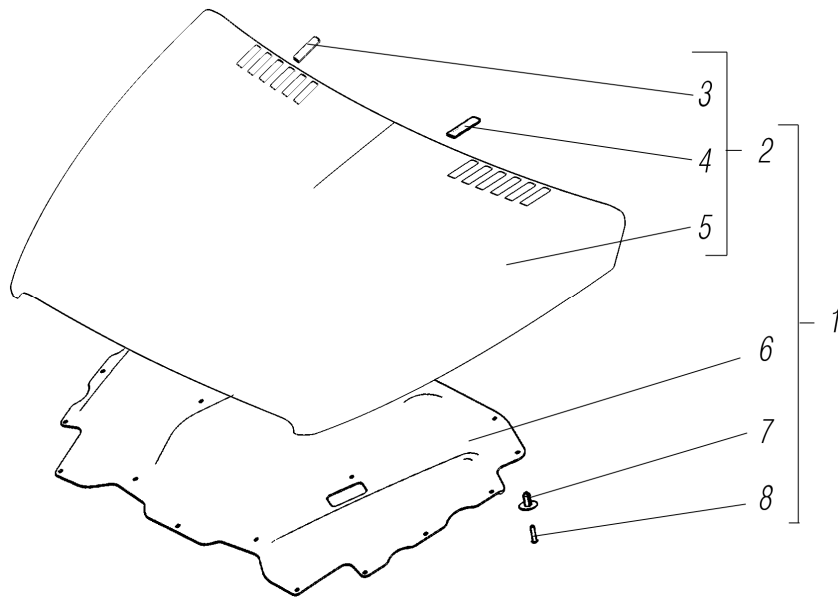

Рисунок 7.64
*¹ См. рисунок 7.64
See figure 7.64